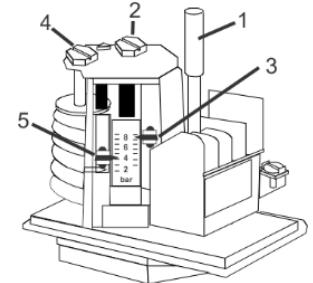

Fig. 2
- Ausführung mit manueller Rückstellung (FF4-...DRH oder DDH): Druckabfall unter oberen oder Druckanstieg über unteren Schaltpunkt und Betätigung des Rückstellknopfes 1 (Fig. 2).